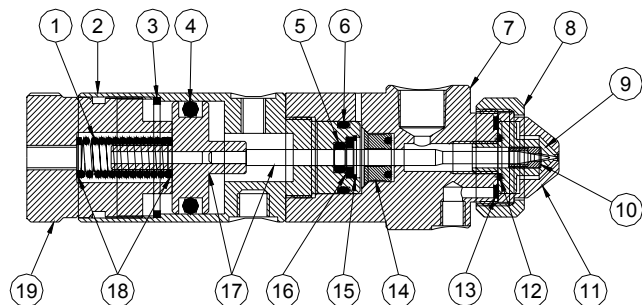

Figura 3.0
7.1 Pulizia accurata (vedi figura 3.0)
7.2 Gruppo ago/stantuffo e sostituzione della guarnizione (vedi figura 3.0)
7.3 Sostituzione dell'ugello e del cappuccio dell'aria (vedi figura 3.0)